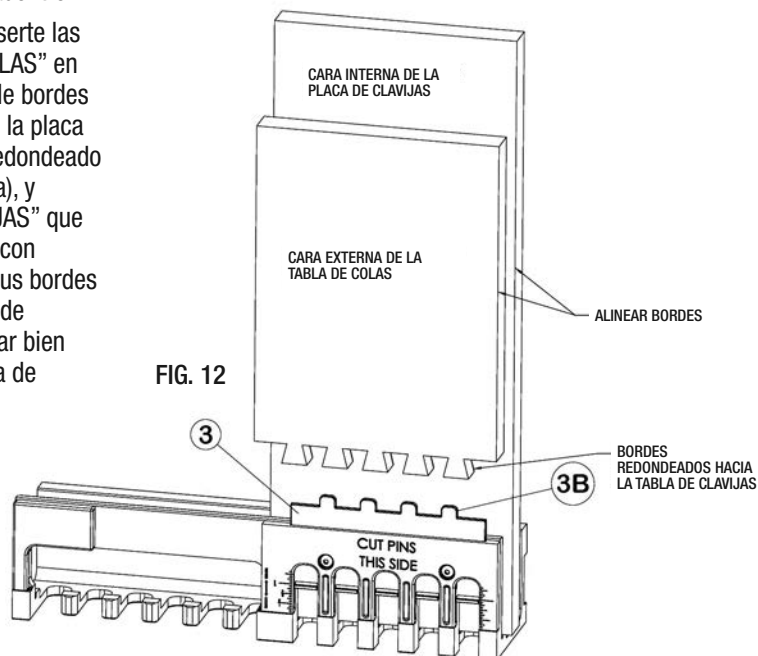

FIG. 12
9. Para alinear los bordes, inserte las clavijas de la tabla de "COLAS" en los dientes de alineación de bordes (3B) de la parte superior de la placa de ajuste (3) con el lado redondeado hacia adentro (cara interna), y deslice la tabla de "CLAVIJAS" que había sujetado levemente con anterioridad para alinear sus bordes con los bordes de la tabla de "COLAS". Vuelva a asegurar bien las tenazas y retire la tabla de "COLAS" (FIG. 12).